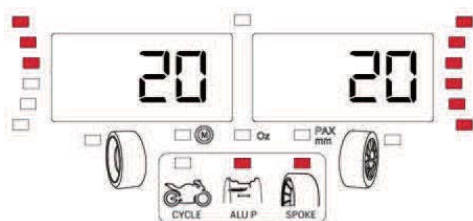

Figure 29c
8. Tourner lentement la roue à la main jusqu'à la position de pose de masse, (Figure 29c).